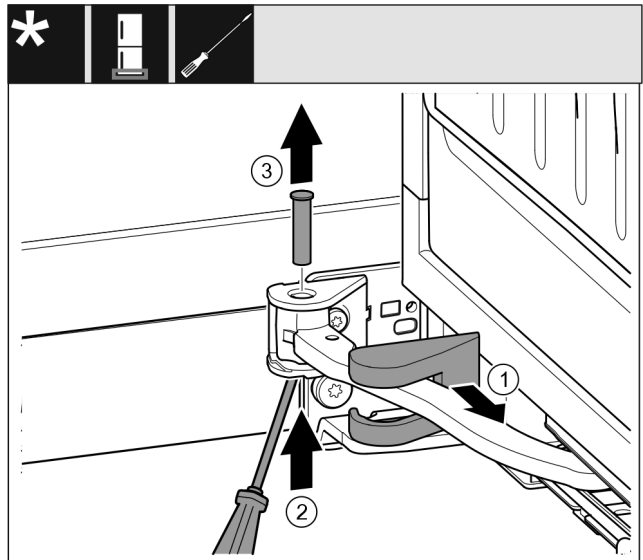

Fig. 17
- ▶ Снимите крышку опорного кронштейна Fig. 17 (1) и переместите вдоль шарнира.
- ▶ Отверткой приподнимите палец Fig. 17 (2) снизу.
- ▶ Извлеките палец Fig. 17 (3) сверху.